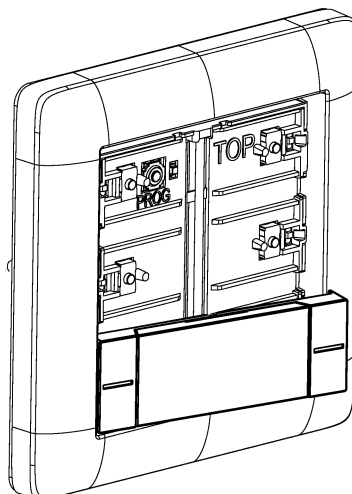

Figura 6: Posizionamento laterale dell'interruttore di comando a bilico
- Posizionare l'interruttore di comando a bilico lateralmente (Vedi figura 6).